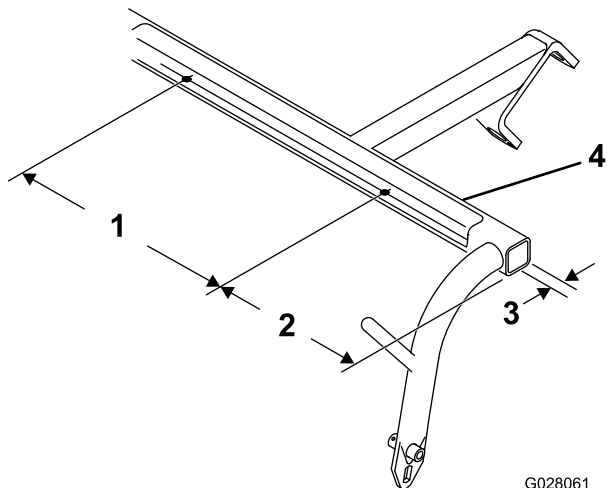

Bild 2
1. Verwenden Sie die in Bild 2 angegebenen Abmessungen und bohren Sie zwei 5,6 mm große Löcher an der Unterseite jedes Querrohrs am Zugarm.